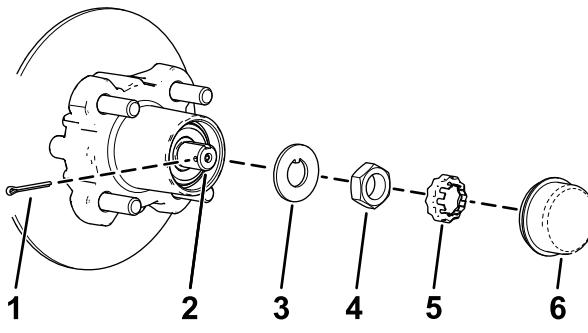
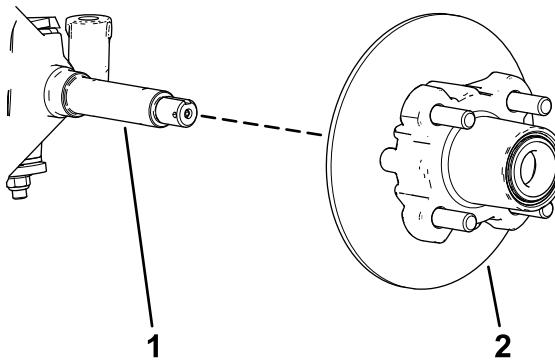

図29
図 30
4. ハブからダストキャップを取り図29。
5. スピンドルとスピンドルナットから、コッターピンとナットリテナーを外す図29。
6. スピンドルからスピンドルナットを外し、スピンドルからハブローラアセンブリを取り出す図29と図30。